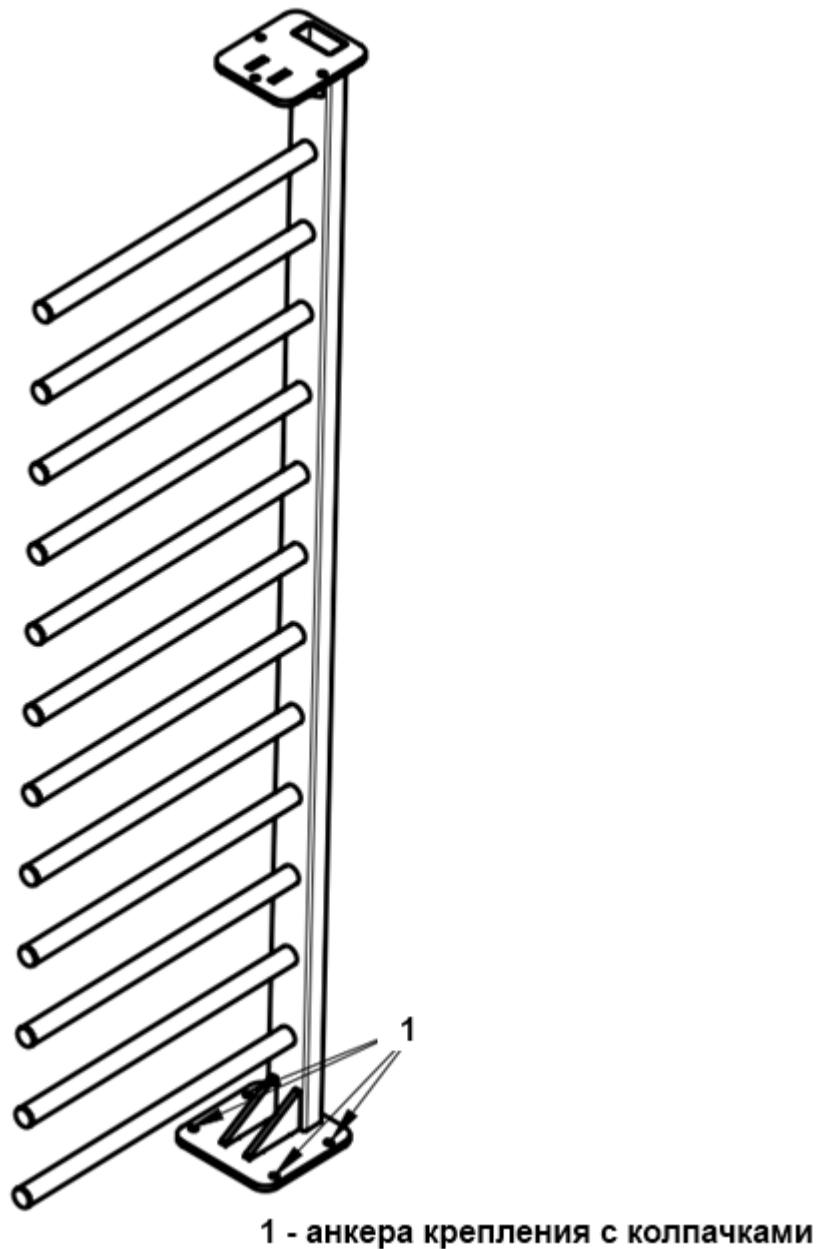

Рисунок 8 – Установка неподвижного элемента ограждения
4.2.9 Рисунок 8 – установить и закрепить неподвижный элемент ограждения турникета, используя анкера, закрутив их в соответствующие отверстия, используя ключ 19 мм. Установить пластиковые колпачки на головки болтов крепления.